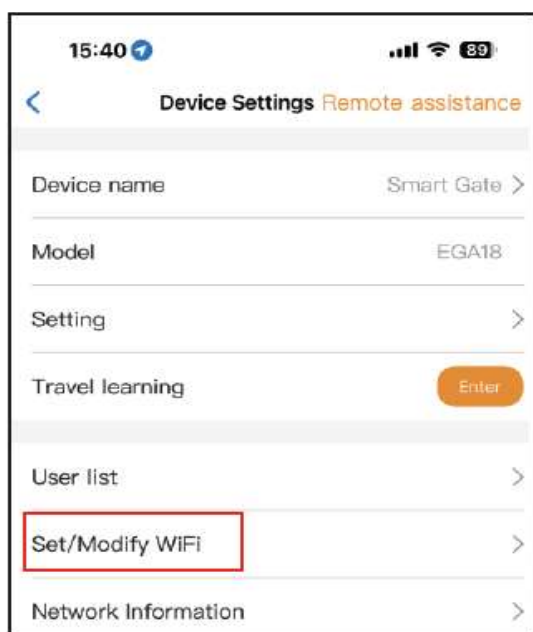

Fig 7
Paso 1. Seleccione el dispositivo, presione el "⚙️" en la esquina superior derecha. Haga clic en "Set/Modify WiFi" (Configurar/Modificar WiFi) (Fig 7).